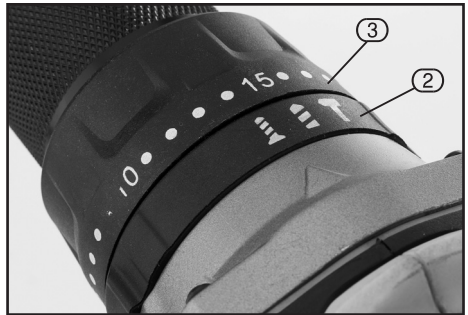

FIG.4
9.4 TORQUE SELECTION CONTROL – FIG.4